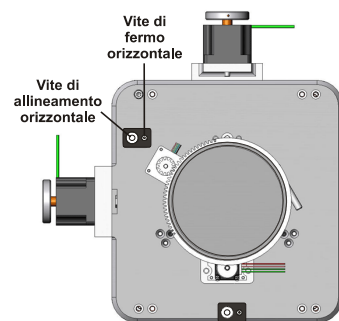
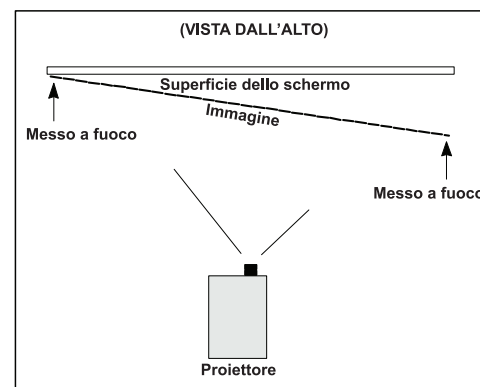

Figura 2-36 Puntamento orizzontale
Figura 2-38 Esempio di puntamento non allineato correttamente visto dall'alto
1. La vite di fermo orizzontale ha la funzione di supporto per mantenere la montatura dell'obiettivo in posizione, una volta applicata. Prima di regolare il puntamento, allentare la vite di fermo orizzontale. Vedere **Figura 2-36**.
- a. Se il lato destro dell'immagine viene messo a fuoco prima che l'obiettivo venga ritratto completamente, l'immagine viene messa a fuoco davanti allo schermo. Vedere **Figura 2-38**. Per risolvere questo problema, regolare la vite del **puntamento orizzontale** per dirigere o mirare la montatura dell'obiettivo verso SINISTRA, per regolare i lati destro e sinistro. Vedere **Figura 2-36**.